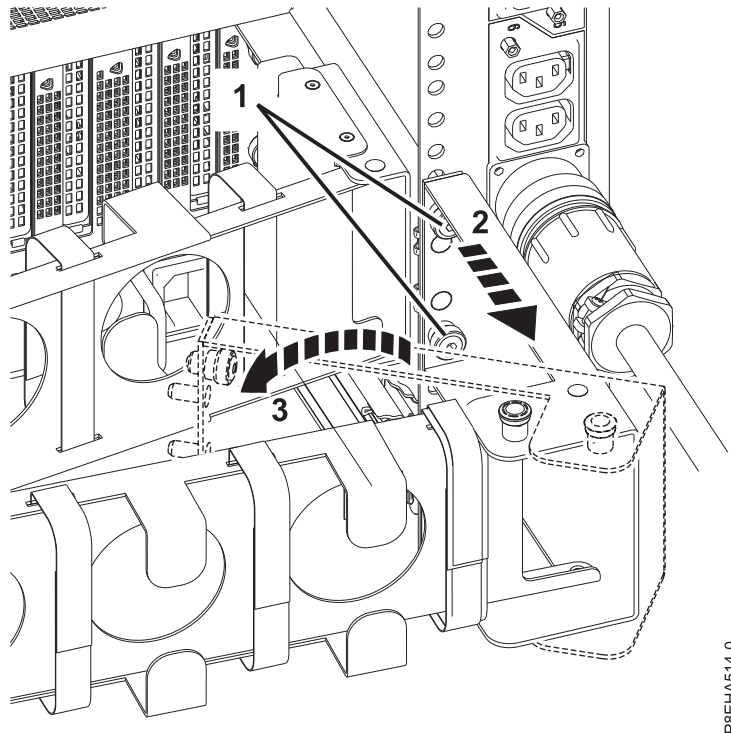

図 23. フル搭載システムでの電源コードのあそびを作るためのステップ
- b. ラックの後部から、頭ねじ (1) を緩めます (取り外さないでください)。 32 ページの図 23を参照してください。
- c. ケーブル管理アーム・ブラケットを手前に引き出す (2)。 32 ページの図 23を参照してください。
- d. ケーブル管理アーム・ブラケットを手前に倒して、あそびを作ります (3)。 図 23を参照してください。